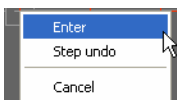

Рис. 1.7-5
- е) После задания последней точки нажмите правую кнопку мыши. В изображенном меню подтвердите выбор при помощи *EnterЗадать* (Рис. 1.7-5).